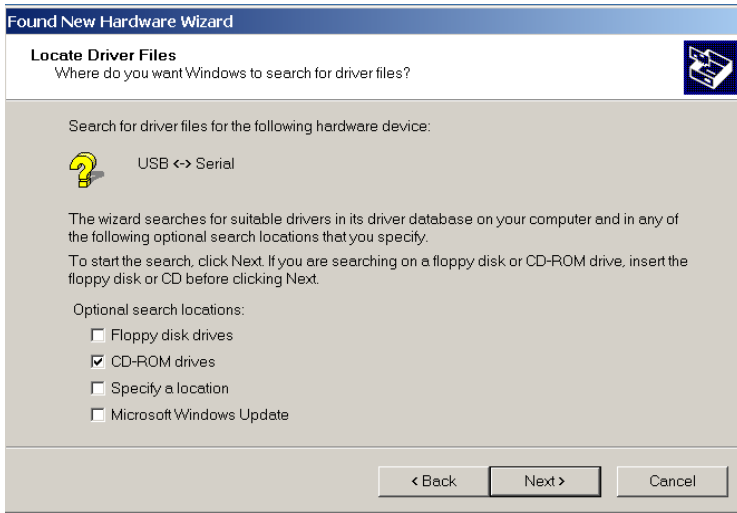

BILDSCHIRM 1
- Die zwei Treiber werden hintereinander installiert. Daher müssen Sie die Schritte in Bildschirm 1 bis 4 wiederholen, um die Installation abzuschließen.